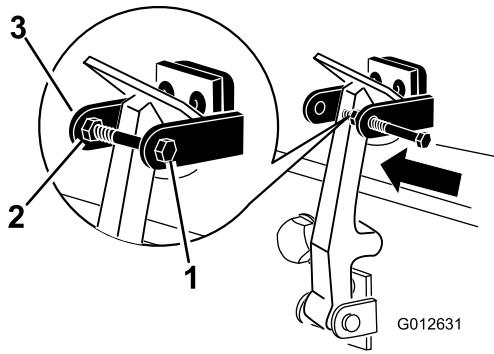

Bild 8
2. Schrauben Sie die Schraube in den anderen Arm der Motorhaubenhalterung, um den Riegel zu arretieren (**Bild 8**).